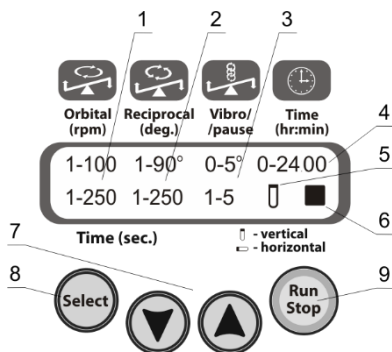

Рисунок 2. Multi Bio RS-24
- 5.3.4 Нажмите кнопку **Run Stop** (рис. 2/9 или 3/9) для начала программы.
- 5.3.5 Платформа начнёт движение. Дисплей показывает соответствующую индикацию: значок ► (рис. 2/6 или 3/6), изменяющиеся значения времени текущего вида движения в секундах (рис. 2/1–2/3 или 3/1–3/3, нижний ряд) и таймер общей работы в часах и минутах (рис. 2/4 или 3/4).
- 5.3.7 Если таймер общей работы установлен, то по его окончании движение платформы автоматически прекращается, дисплей показывает значок ■ (рис. 2/6 или 3/6) и прибор издаёт звуковой сигнал об окончании работы. Нажмите кнопку **Run Stop** для отключения сигнала.
- 6.1 Нажатием кнопки **Select** (рис. 2/8 или 3/8) выберите параметр, который необходимо изменить. Активный параметр обозначается мигающей индикацией.
- 6.2 Используйте кнопки **▼** и **▲** (рис. 2/7 или 3/7) для установки соответствующих значений. Если держать кнопку нажатой дольше 2 с, значения меняются быстрее.
Когда иконка пробирки (рис. 2/5 или 3/5) расположена вертикально, возвратно-поступательное движение платформы начинается с вертикального положения пробирок (горизонтального положения платформы).